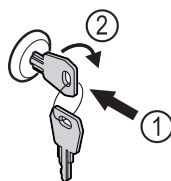

Fig. 166
- ▶ Sæt nøglen i. Fig. 166 (1)
- ▶ Drej nøglen 90° med uret. Fig. 166 (2)